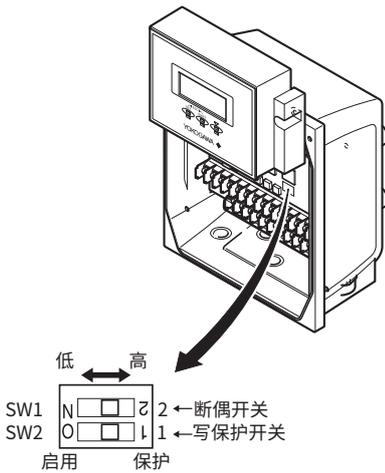

图6.3.6 硬件开关
(2) 小心连接至显示单元的接头和电缆, 如图6.3.6所示移动显示单元, 并设置开关。此时不要移除接头。
更改断偶方向时, 必须使用断偶开关(即SW1)(请参阅图6.3.6)。
写保护功能既可通过写保护开关(SW2)(参阅图6.3.6)实现, 也可通过软件参数设置功能实现。如果启用这两项中的任一项, 将禁止参数改写。